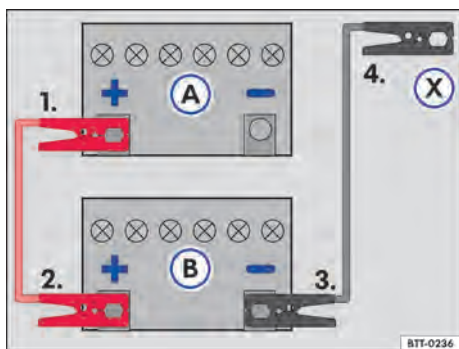

Fig. 198 Esquema para a conexão dos cabos auxiliares de partida: bateria do veículo descarregada (A) e bateria do veículo fornecedora de corrente (B).
Legenda para → Fig. 198:
- Conectar uma extremidade do cabo auxiliar de partida *vermelho* ao polo positivo → Fig. 198 (+) do veículo com a bateria do veículo descarregada (A) → ⚠️.
- Conectar a outra extremidade do cabo auxiliar de partida *vermelho* ao polo positivo (+) da bateria do veículo fornecedora de corrente (B).
- Conectar uma extremidade do cabo auxiliar de partida *preto* ao polo negativo (-) da bateria do veículo fornecedora de corrente (B).
- Conectar a outra extremidade do cabo auxiliar de partida *preto* (X) no veículo com a bateria do veículo descarregada em uma peça maciça de metal aparafusada firmemente ao bloco do motor ou no próprio bloco do motor - porém não nas proximidades da bateria (A) → ⚠️.